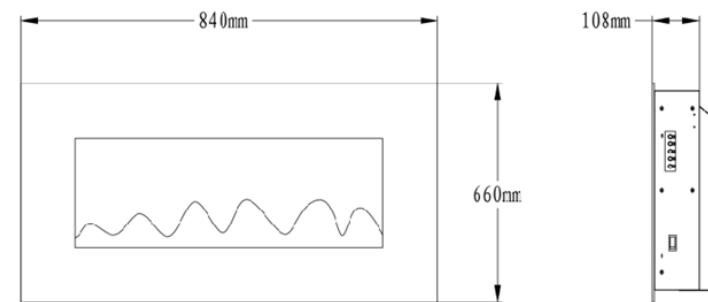

Рис.1
- Выберите место на стене для крепления монтажного кронштейна (А). Расположите монтажный кронштейн (А) в желаемом месте, используя размеры изделия (Рис. 1).